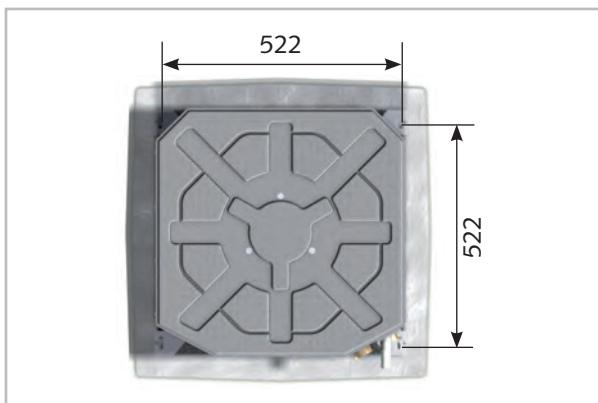

Abb. 19: Gerät einhängen (MXD 204-524)
1. ▶ Markieren Sie gemäß den Abmessungen der eingesetzten Deckenkassette die Befestigungspunkte der Gewindestangen an statisch zulässigen Bauwerksteilen und oberhalb der Zwischendecke (Abb. 19).